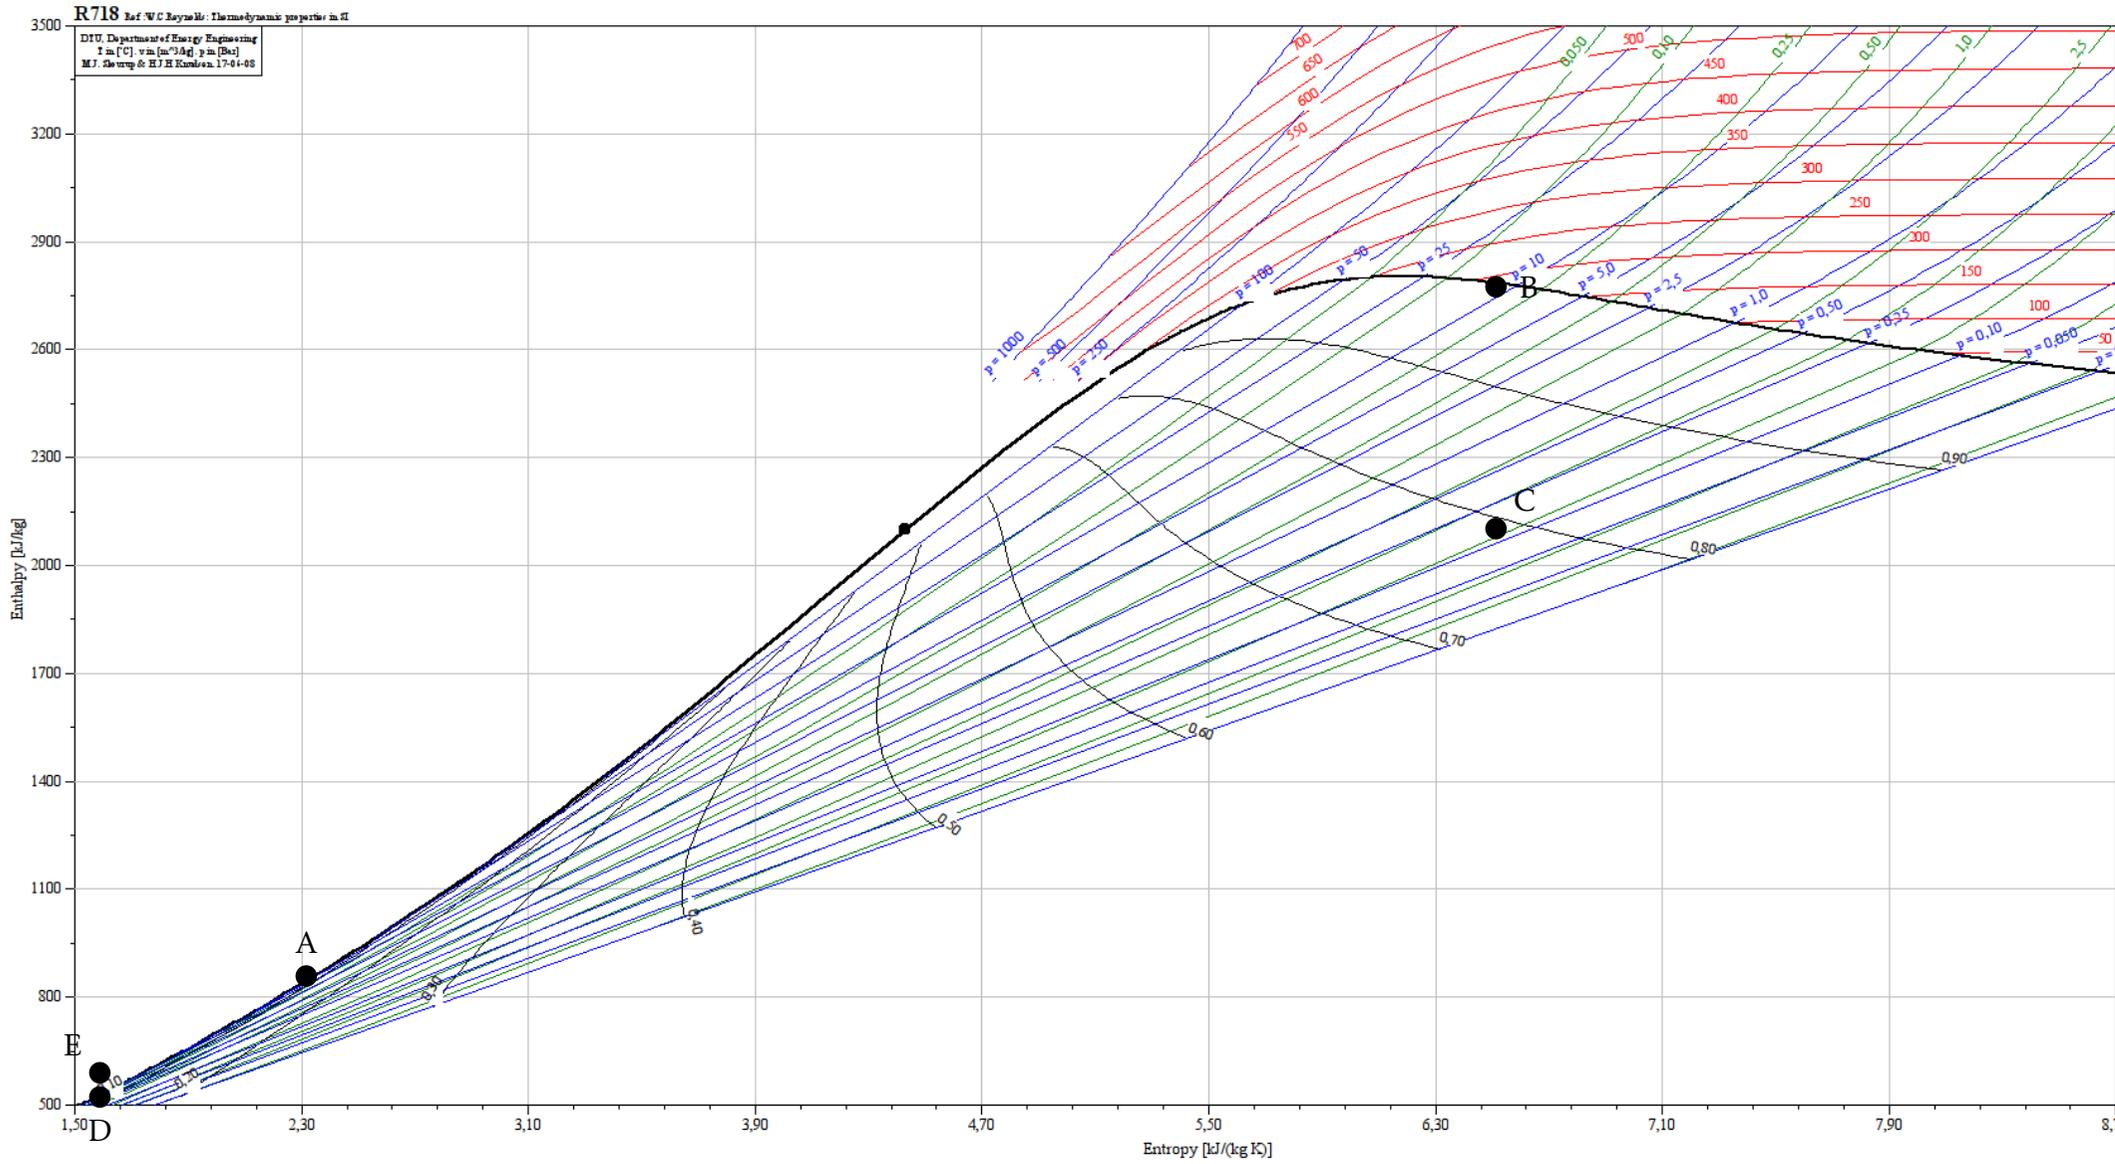

FIG. 6 : Diagramme de Mollier de l'eau
**Cycle de Rankine** On a tracé le cycle sur la figure 6.